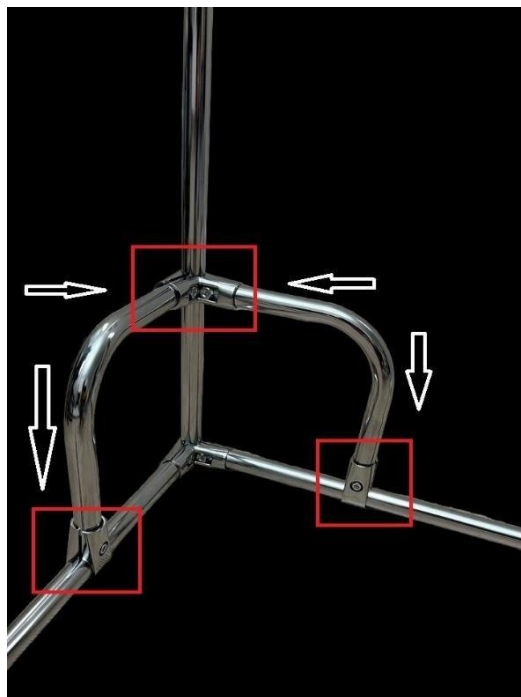

Рис.2
5. Фиксируем жесткость конструкции всех углов нижней части куба (Рис.2). Для этого используется: